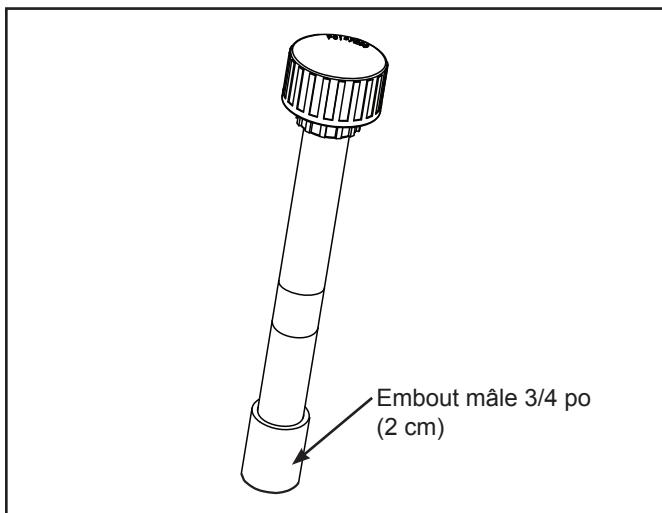

Figure 1. Embout mâle pour flexible 3/4 po (2 cm)
3. À l'aide d'un raccord ou d'un réducteur de tuyau standard, coller le tube d'entrée d'eau existant de la cartouche sur le bout uni de 3/4 po (2 cm) qui est fixé à l'ensemble de tuyau flexible inclus. Se reporter à la Figure 1.